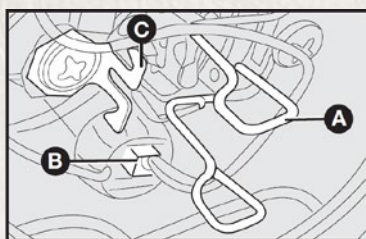

fig. 22
- 2) Soltar el conector B-fig. 22;
- 3) Apretar hacia abajo el elemento de fijación A-fig. 22, abriéndolo lateralmente para soltarlo del sujetador C-fig. 22;